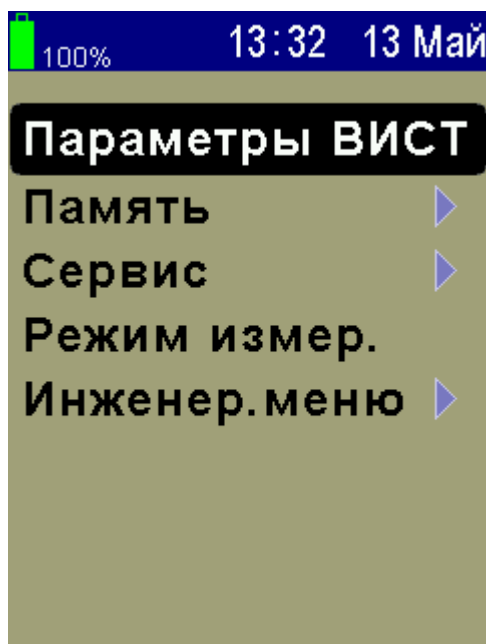

Рисунок 3.25
3.6 Описание меню в режиме виброметра (рисунок 3.25)